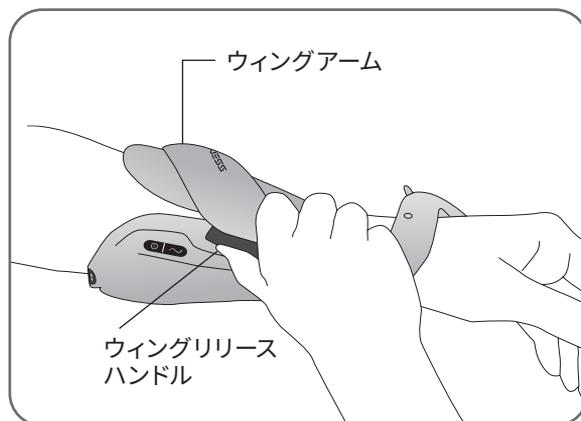

図 10-2: 伸筋ウィングを開く
3. ウィングリリースハンドルとウィングアームを一緒につまんで伸筋ウィングを開きます。図 10-2 を参照してください。